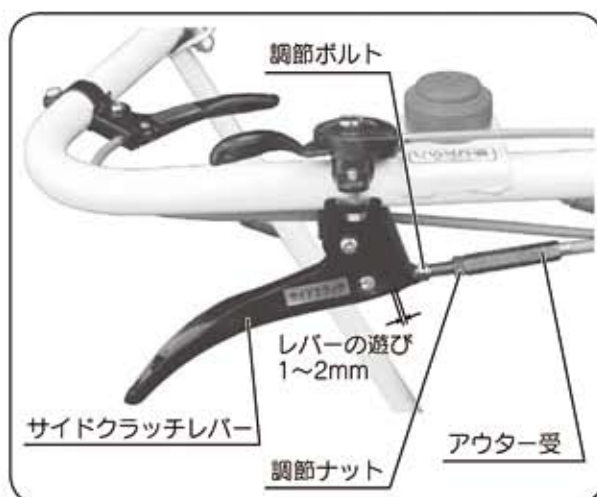

図18
テンション方式ですので、ベルトがスリップするような場合は(図18)のナットを緩め、ユルミ止メナットを締め込みますとベルトを強く張ることになります。
4. サイドクラッチレバーの操作 (図18)